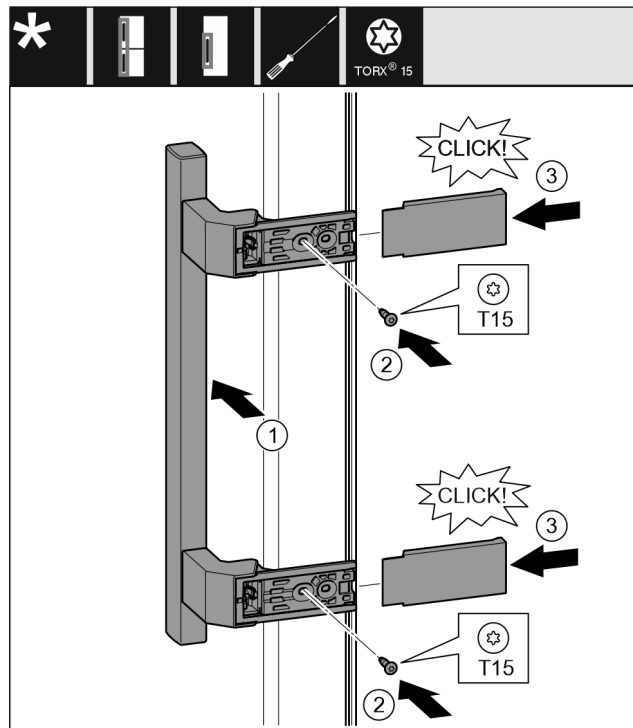

Fig. 19
- ▶ Поставете дръжката от другата страна. Fig. 19 (1)
- ▶ С отвертка T15 затегнете винтовете. Fig. 19 (2)
- ▶ Поставете отстрани капците и ги нахлузете. Fig. 19 (3)